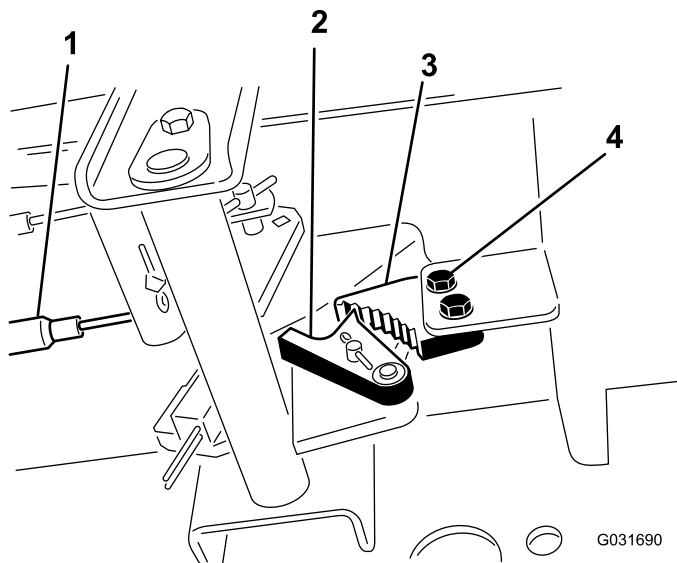

Bild 55
1. Lösen Sie die zwei Schrauben, mit denen die Sperre der Feststellbremse am Rahmen befestigt ist (Bild 55).
2. Drücken Sie das Pedal der Feststellbremse nach vorne, bis die Bremsenarretierung ganz an der Bremssperre greift (Bild 55).